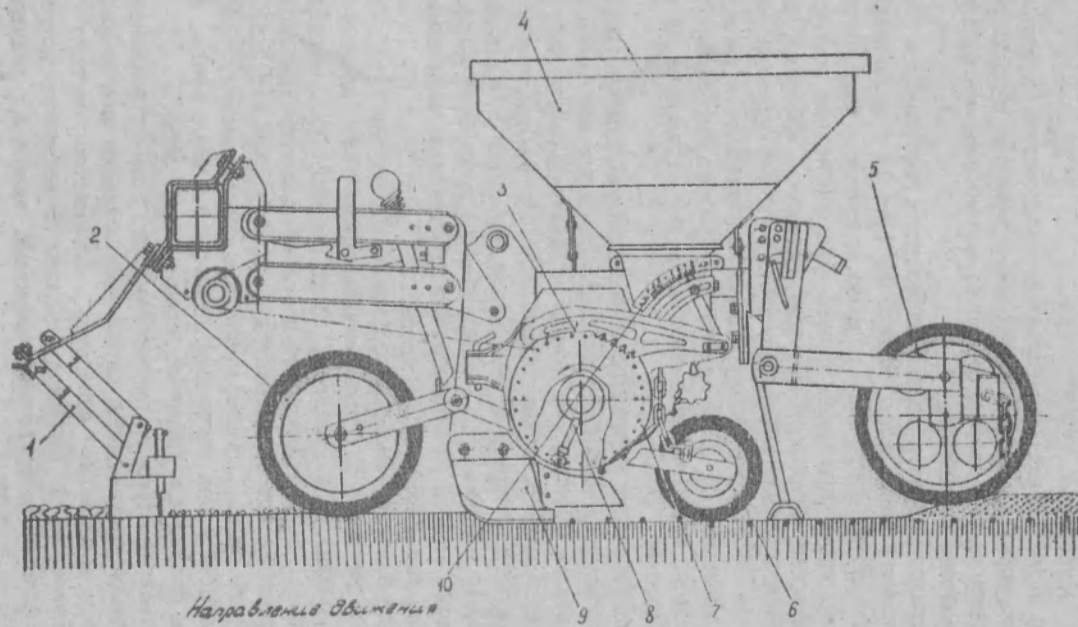

РИС.4. ТЕХНОЛОГИЧЕСКАЯ СХЕМА РАБОТЫ СЕДЛИ
2.4 Технологическая схема работы сеялки представлена на рис.4. Принцип работы сеялки заключается в следующем: